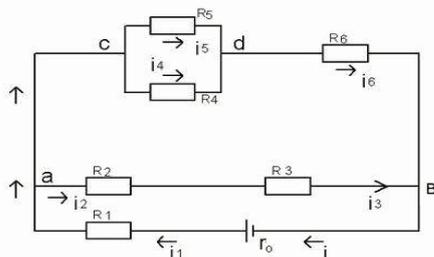

рис. 1
2. В схеме, приведенной на рис. 1, известны параметры источника и резисторов.
Напряжение U_{CD} (схема рис. 1): $U_{CD} = I_{456} \cdot R_{45} = 1 \cdot 20 = 20 \text{ В};$